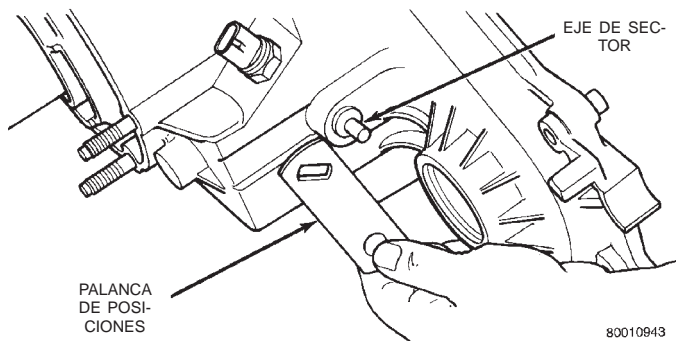

Fig. 22 Desmontaje de la palanca de posiciones
(3) Retire la arandela de la junta situada en el eje transmisor delantero. Deseche la arandela ya que no puede volver a utilizarse.
(4) Retire la tuerca y la arandela que fijan la palanca de posiciones al eje de sector. A continuación, mueva el sector a la posición NEUTRAL y retire la palanca de posiciones del eje (Fig. 22).